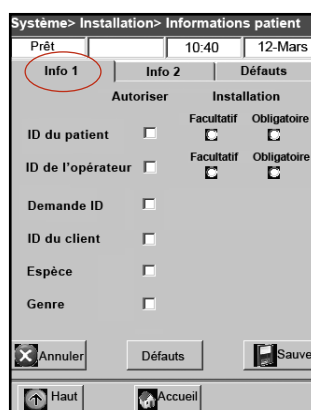

Figure H-7 : Écran "Système> Configuration> Information patient> Info 1"
- Sur l'écran "Info 1", sélectionnez les options que vous souhaitez inclure dans l'information concernant le patient (Figure H-7) : **"ID du patient"**, **"ID de l'opérateur"**, **"Numéro de référence de la demande"**, **"ID du client"**, **"Espèce"** et **"Sexe"**.